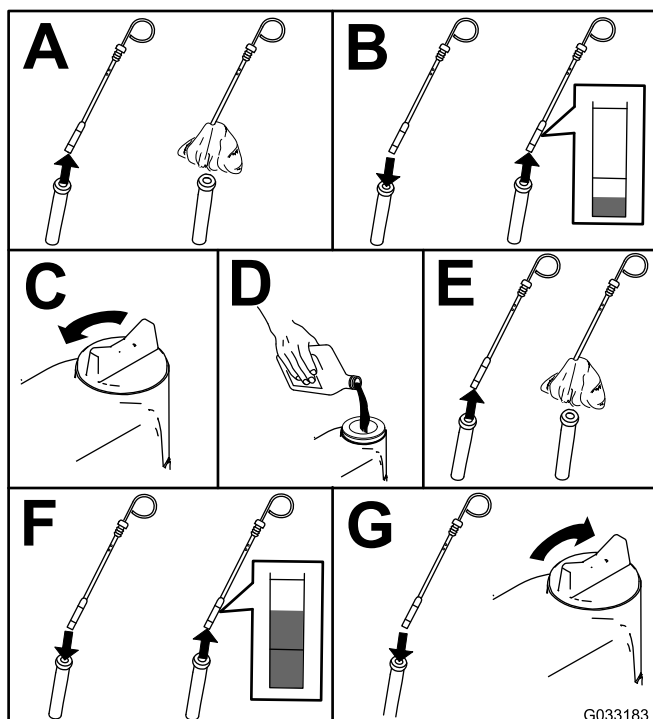

Figura 48
2. Compruebe el nivel de aceite del motor (Figura 48).